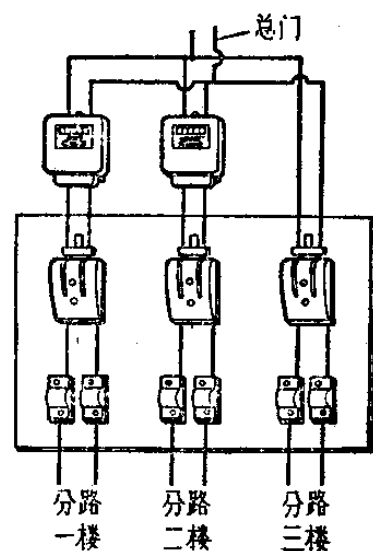

图 4-3
3. 配电盘：当有许多人家合用一个总电表时，有许多不方便，因此常常是每家人家另外再接一个小火表，因此总门以下往往设立一个配电盘，如图 4-3。这样，当某一户的电路发生故障时，也